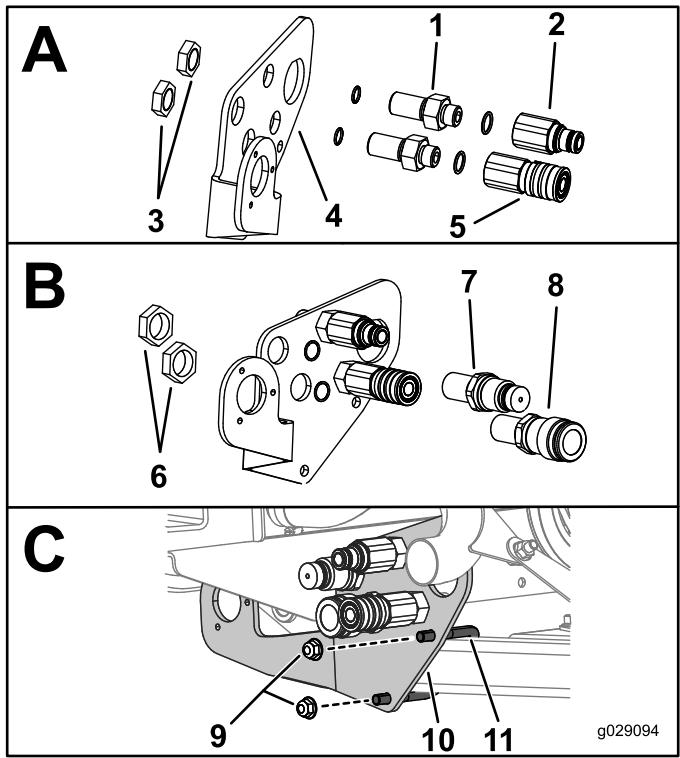

Figura 17
1. Montate i raccordi sulla piastra di supporto come illustrato nella Figura 17.
2. Fissate senza serrare la piastra di supporto al telaio utilizzando il bullone a U e i 2 dadi flangiati (3/8 poll.), come illustrato nella Casella C della Figura 17.